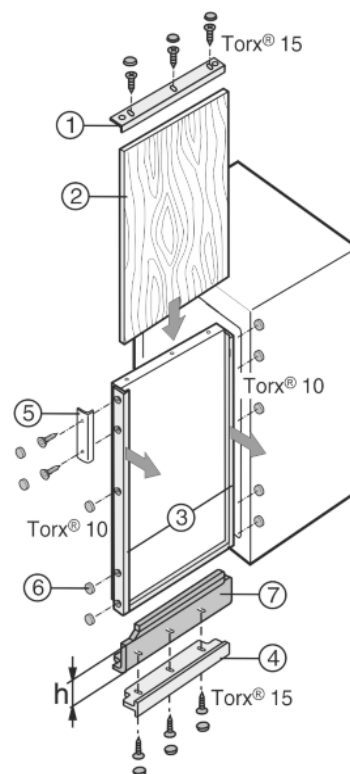

Fig. 7
- Svitare il telaio decorativo Fig. 7 (1, 4) in alto.
- In tutti gli altri telai decorativi Fig. 7 (3, 4) allentare solo le viti quindi spingere in avanti i telai decorativi.
- Inserire il pannello decorativo Fig. 7 (2) spingendolo.
- Fare scorrere in sede i telai decorativi Fig. 7 (3, 4) ed avvitarli fermamente.
- Riavvitare fermamente i telai decorativi Fig. 7 (1, 4) in alto.
- Avvitare la maniglia Fig. 7 (6).
- Applicare su tutte le teste delle viti i cappucci Fig. 7 (7).
- Svitare i telai decorativi Fig. 7 (1, 4) in alto e in basso.
- Appoggiare le fasce di compensazione Fig. 7 (8, 9) in basso e/o in alto.
- Appoggiare sopra i telai decorativi Fig. 7 (1, 5) e serrare saldamente.
Se è già presente un pannello decorativo, che però in altezza è troppo piccolo, è possibile adeguarlo con fasce di compensazione Fig. 7 (7) di altezze diverse.